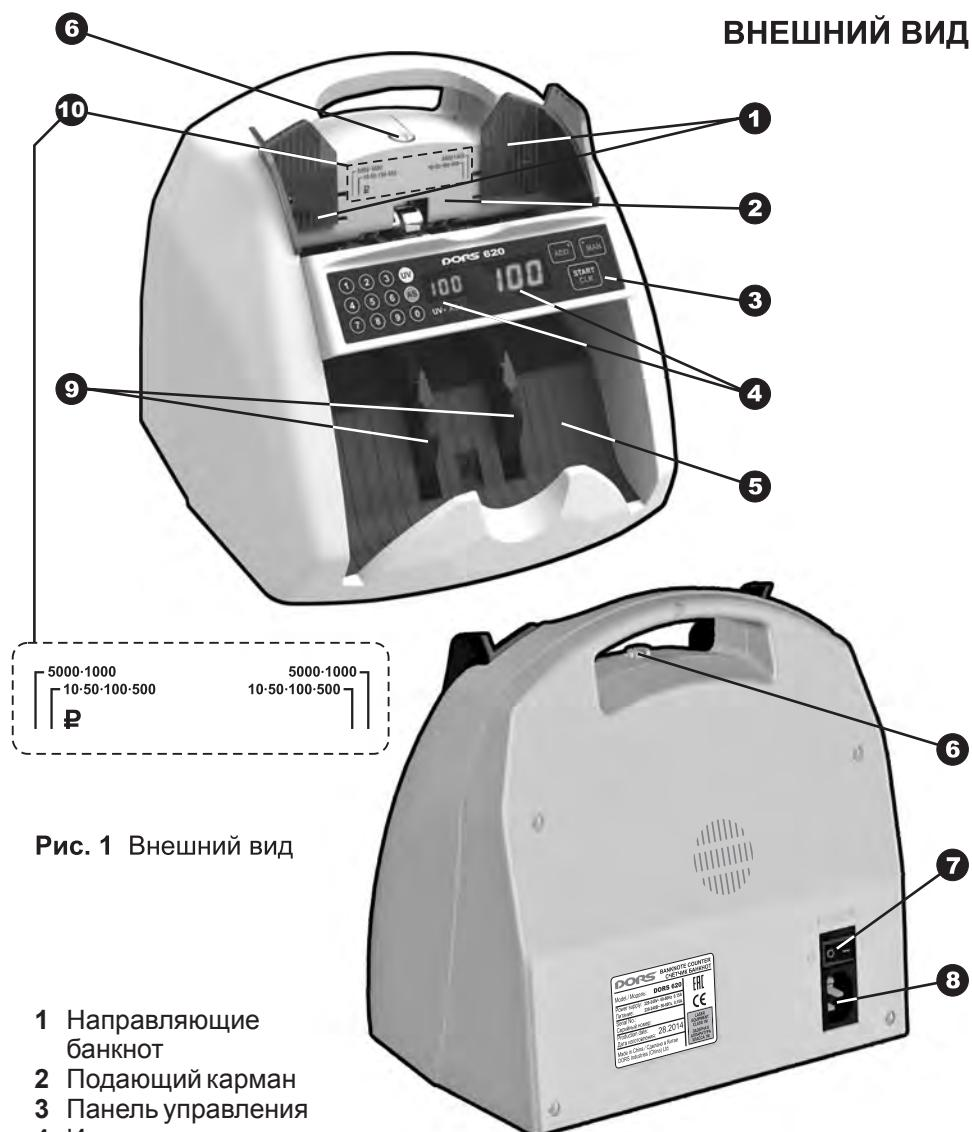

Рис. 1 Внешний вид
2. Включите счётчик, начнется процесс самотестирования. Убедитесь, что во время самотестирования врачаются колеса укладчика **9** (см. рис. 1) и ролики подающего кармана, на индикаторах отображения счёта и пачки высвечиваются цифры **«0»** и загораются индикаторы на клавишах **«MAN»** и **«ADD»**, и индикаторы **«UV»**, **«AS»** (для DORS 620). После окончания самотестирования на четырехразрядном индикаторе отображается **«0»**, индикаторы на клавишах **«MAN»** и **«ADD»** гаснут и раздается звуковой сигнал, а индикаторы **«UV»**, **«AS»** отражают установленный режим работы счетчика до выключения (для DORS 620). После этого счётчик готов к счету банкнот.
мой валюты. Однако, если счетчик часто останавливается в процессе пересчёта и на индикаторе появляется сообщение об ошибке **«Chn Err»** или **«dbL Err»**, то необходимо немного повернуть винт установки толщины пересчитываемых банкнот **6** (см. рис. 1) по часовой стрелке (в сторону уменьшения зазора). Если же после остановки счетчика на индикаторе появляется сообщение **«HJ Err»** или **«SE Err»**, то необходимо немного повернуть винт установки толщины пересчитываемых банкнот **6** (см. рис. 1) против часовой стрелки (в сторону увеличения зазора).
5. Установите направляющие по длине банкнот пересчитываемой пачки, выровняйте края пачки, аккуратно поместите пачку в середину подающего кармана, не допуская перекоса **10** (см. рис. 1).